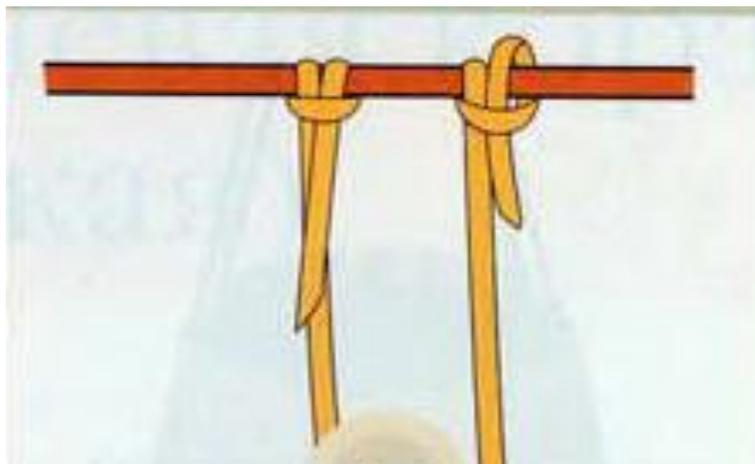

Рис.10
3. Конец стойки протягиваем слева от нее в образовавшуюся петлю (рис.10).